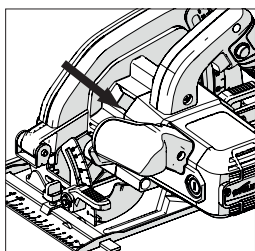

Abb. 3
- Finden Sie die Spindel-Sperrtaste der Maschine (an allen Maschinen in ähnlicher Position). Sperrern Sie die Spindel der Maschine durch Betätigen der Spindel-Sperrtaste. **(Abb. 3)**